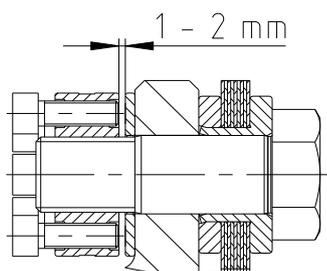

Bild 29
- Die Druckschrauben in der Spannmutter dürfen auf der Druckseite nicht vorstehen (siehe Bild 29).
- Danach die Spannmutter zurückdrehen bis ein Spalt von 1 - 2 mm vorhanden ist (siehe Bild 29).